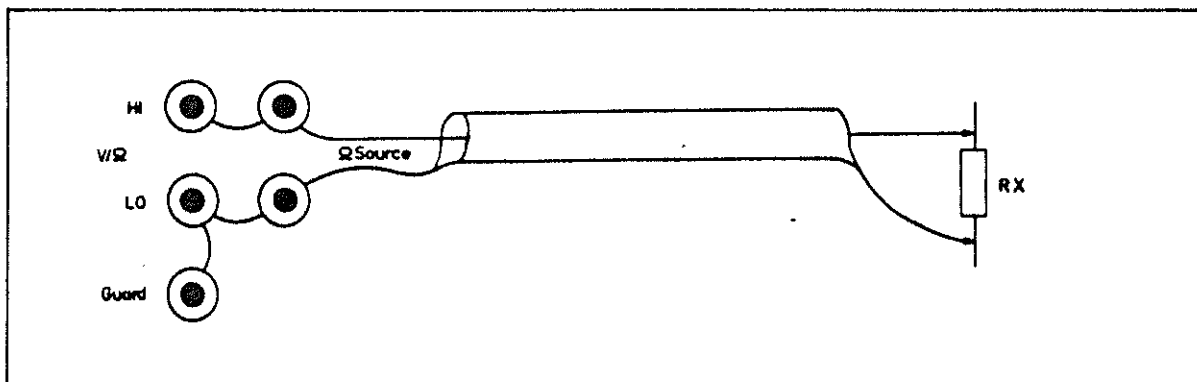

Bild 8.2.1. Zwei-Leiter-Meßanordnung
Die Meßanordnung (s. Bild 8.2.1.) ergibt akzeptable Meßergebnisse; dies jedoch nur in einem Widerstandsbereich, der nach oben und unten eingeschränkt ist: Bei hohen Widerstandswerten treten Leckstromprobleme auf, die aus der Parallelschaltung von Rx und dem Kabelisolationswiderstand herrühren. Bei niedrigen Widerstandswerten, insbesondere im 100 Ohm-Bereich, macht sich der Zuleitungswiderstand bemerkbar. Für diese Bereiche ist eine Vier-Leiter-Messung zu empfehlen.
Die Polarität des durch Rx führenden Stromes ist so festgelegt, daß das mit der oberen Buchse des "Ohm-Source"-Ausgangs verbundene Ende von Rx ein negatives Potential gegenüber dem anderen Ende von Rx besitzt. Es ist stets darauf zu achten (s. auch Bild 8.2.1. bis 8.2.2.), daß das Widerstandsende von Rx, das mit der oberen (HI) Buchse des "Ohm-Source"-Ausgangs verbunden ist, auch mit der oberen (HI) Buchse des "V/kOhm"-Eingangs verbunden wird. Entsprechendes gilt für die unteren Buchsen.